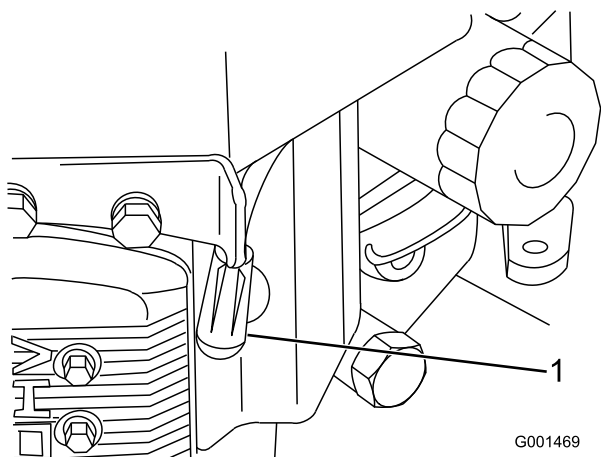

Figura 24
3. Desconecte los cables de las bujías (Figura 24).